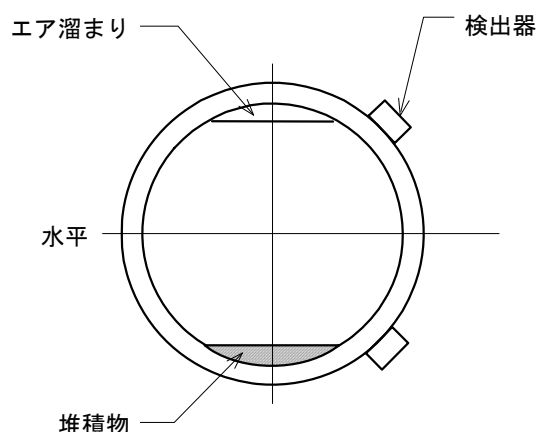
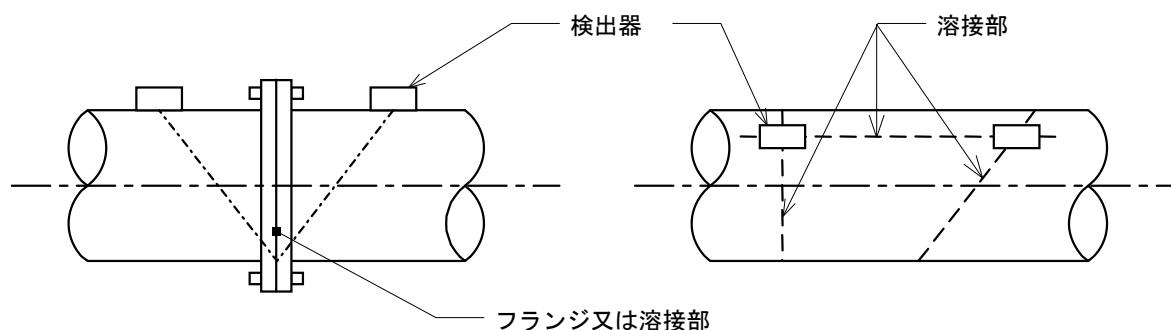

図 2-1； 検出器の取付位置
図 2-2； 検出器の取付不能位置
- 4) 図2-1、図2-2に示すように、測定管の真上および真下にはエア溜まり又は堆積物がある場合がありますので、このような場所を避けた位置を選んでください。また、フランジあるいは溶接部といった接合部を避け、極力外面の平滑なところを選んでください。